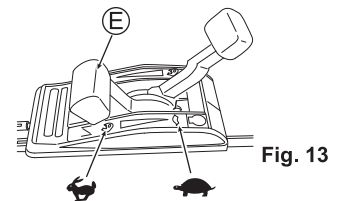

Fig. 13
- Verifique se há alguma pessoa atrás de você ao puxar a corda de arranque (V).
- Segure firmemente a corda de arranque (V) ao puxá-la.
- Retorne lentamente a corda de arranque (V).
5. Aqueça a máquina antes de usá-la. Depois que o motor estiver aquecido, comece a cortar colocando a alavanca do acelerador (E) em "N". (Veja a fig. 13)